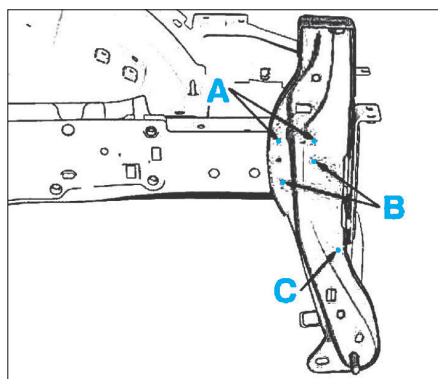

FIG. 3
- Dépointer aux endroits indiqués A, B et C (Fig.3).